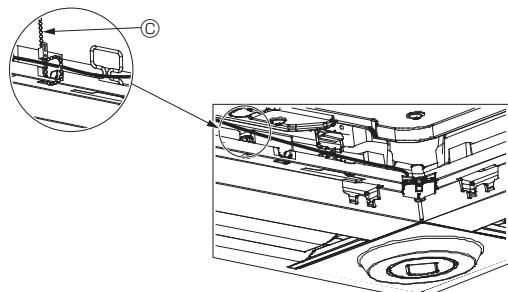

Fig. 10-12
- Şemada gösterildiği gibi i-see Sensör ve sinyal alıcı kablolarnı, kablolarda gevşeklik olmayacağı şekilde tespit malzemesi ile tespit edin ve daha sonra tespit malzemesinin fazla kısmını kesin. (Fig. 10-12)
- Eğer i-see Sensör konumu “○” konumundan (E) “□” konumuna (F) değiştirilmişse, anahtar ayarlarını değiştirin. (Sayfa 13'ye bakın.)